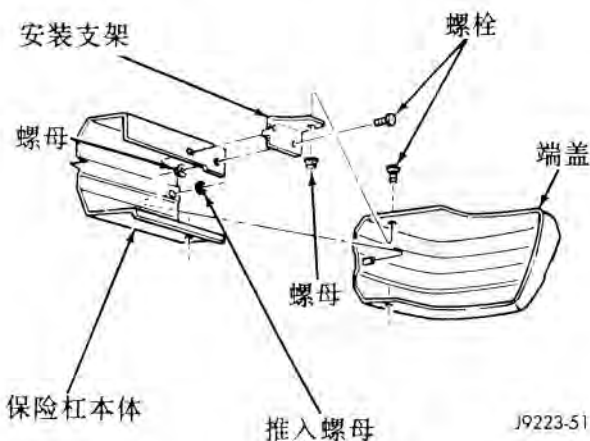

图8 保险杠端盖的拆装
(5) 将两个保险杠端盖装于保险杠本体的两端 (图 8)。以 8 牛·米 (72 磅英寸) 的拧紧扭矩固定螺母。